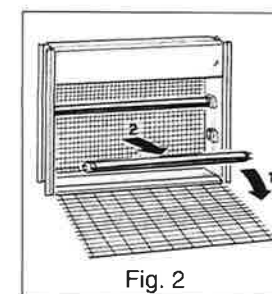

Fig. 2
2. Quite las rejillas negras de protección (véase Fig. 2) y sustituya las lámparas.